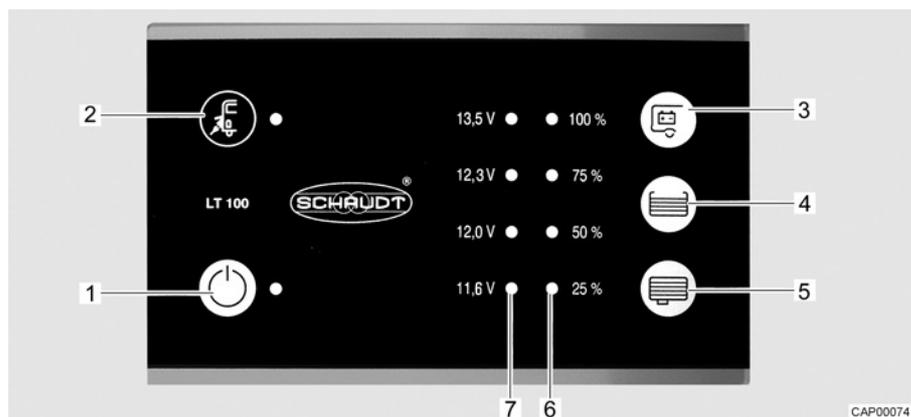

Fig. 72 Panel (LT 100)
El LED amarillo en el símbolo de conexión a la red  (Fig. 72,2) estará iluminado mientras que el vehículo esté conectado a una alimentación de red externa. Entonces, el LED también estará iluminado al estar el panel desconectado.
El interruptor principal de 12 V (Fig. 72,1) conecta y desconecta el panel y la alimentación de 12 V del habitáculo.
- Pulsar el interruptor "⏻" (Fig. 72,1): La alimentación de 12 V del habitáculo está conectada. El LED está iluminado de color verde.
- Volver a pulsar el interruptor "⏻" (Fig. 72,1): La alimentación de 12 V del habitáculo está desconectada. El LED se apaga.
La serie de LED (Fig. 72,7) indicará la tensión de batería de la batería del habitáculo del modo siguiente:
- Pulsar la tecla "⏻" (Fig. 72,3): Indica la tensión de la batería del habitáculo.
La serie de LED (Fig. 72,6) indicará el nivel de llenado del depósito de agua potable o del depósito de aguas residuales.
- Pulsar la tecla "☰" (Fig. 72,4): Los LED iluminados indicarán el nivel de llenado del depósito de agua potable.
- Pulsar la tecla "☷" (Fig. 72,5): Los LED iluminados indicarán el nivel de llenado del depósito de aguas residuales.